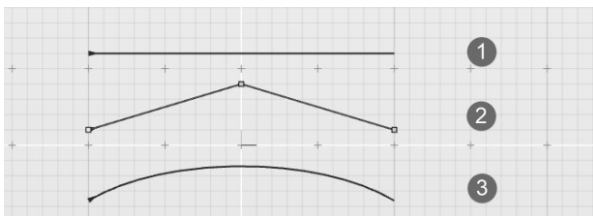

图 3-5 调整第 2 条曲线
4) 选中第 2 条曲线, 在控制面板中将“阶数”的值“3”调整为“2”, 可见曲线变为折线(直线), 如图 3-5 所示。